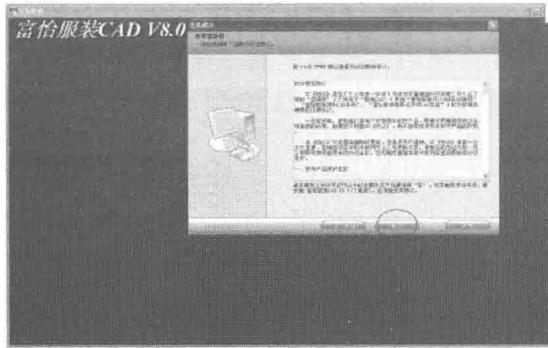

图 2-1
- (1) 安装前最好关闭所有前台运行的应用程序，以防软件冲突。
- (2) 将富怡 V8 安装光盘插入光驱，或打开富怡 V8 本地安装目录。
- (3) 双击 ，弹出图 2-1 所示的对话框。